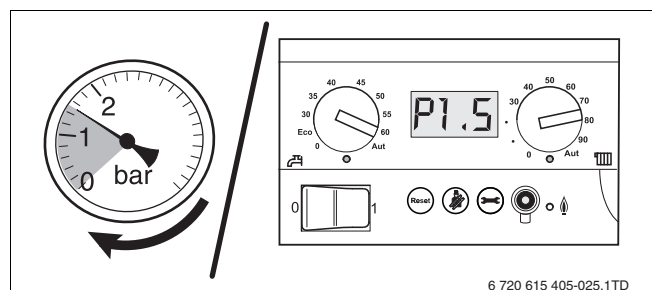

Fig. 45 Indicator de presiune analog/digital
- ▶ Citiți suprapresiunea de funcționare de la nivelul manometrului (→ fig. 45).
- ▶ Deschideți robinetul de apă și umpleți instalația de încălzire până la 1,5 bar. Verificați în acest timp indicatorul de presiune (→ fig. 45) pentru circuitul de încălzire. Presiunea maximă în instalația de încălzire, care se măsoară direct la echipament, nu poate să depășească 2,5 bar.